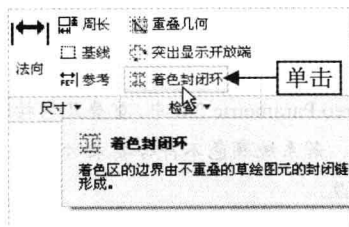

图 3-83 单击“着色封闭环”按钮
Step 02 在“功能区”选项板的“草绘”选项卡中，单击“检查”面板中的“着色封闭环”按钮，如图 3-83 所示。